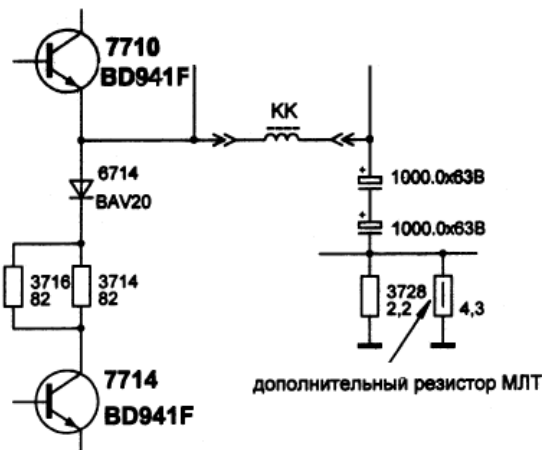

рис.3
1. Без разборки ТДКС доработать 54 витка на его сердечник проводом МГТФ (многожильный провод с фторопластовой изоляцией) и соединить эту обмотку последовательно со строчными отклоняющими катушками. Если при этом размер раstra по горизонтали уменьшится, необходимо выводы дополнительной обмотки поменять местами. Такая мера должна привести к увеличению размера строк (фрагмент оригинальной схемы строчной развертки с доработками показан на рис.3).
тра из-за неполного согласования отклоняющей системы с ТДКС замкнуть накоротко контур 3816, 5816, как показано на рис.3.